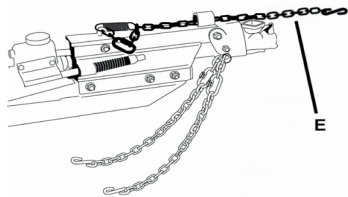

Figure 5
Les remorques porte-voiture avec freins ont une troisième chaîne, appelée la chaîne de frein d'urgence (E). Cette chaîne actionne les freins automatiquement dans le cas peu probable où la remorque porte-voiture se sépare du véhicule-remorqueur. Attachez cette chaîne le plus près possible du centre à l'arrière du véhicule-remorqueur : soit par son attache de remorque permanente, soit par son cadre de châssis ou sa structure de base, soit par ses supports de pare-chocs. Tordez la chaîne pour enlever la plus grosse partie de l'espace de relâche et attachez de façon sécuritaire le crochet en forme de « S », avec une pièce de fixation en caoutchouc. *Il faut un peu d'espace de relâche pour éviter que le frein d'urgence ne s'active dans les tournants ou sur les voies d'accès inclinées.* (Figure 5)